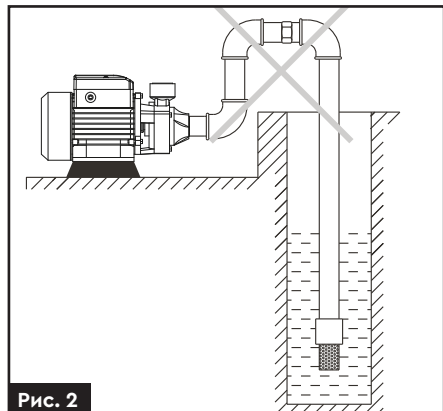

Рис. 2
- » На вхідному трубопроводі має бути якомога менше вигинів для безперешкодного проходження води у вхідний отвір насоса (рис. 2).